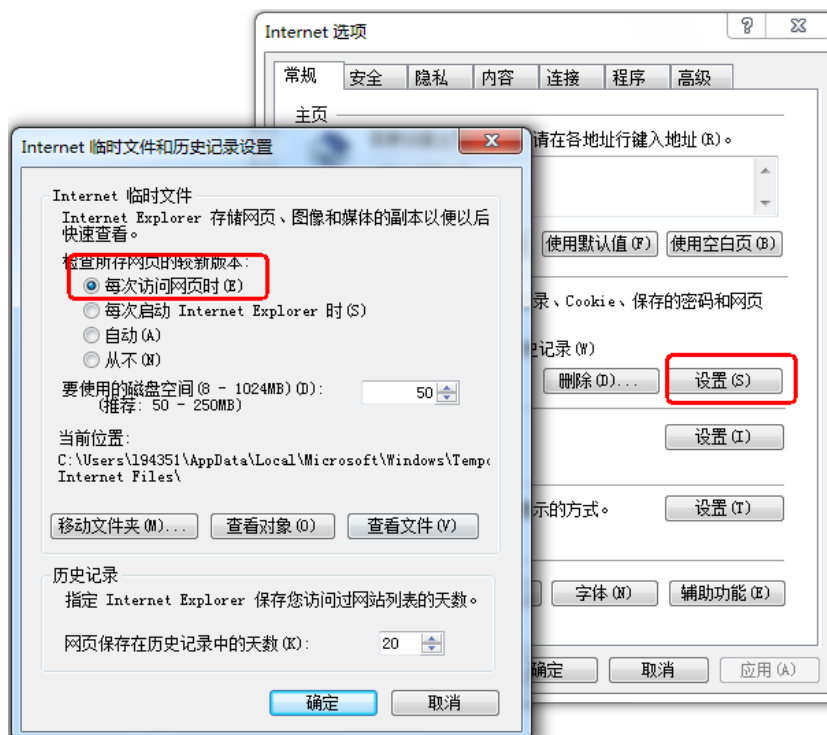

图3-1 选择常规页签
双击 IE 图标运行该软件，点击菜单**工具->Internet 选项**，点击**常规**页签中的**设置 (S)**，将**检查所存网页的较新版本**选择为**每次访问网页时 (E)**，如图 3-1 所示。